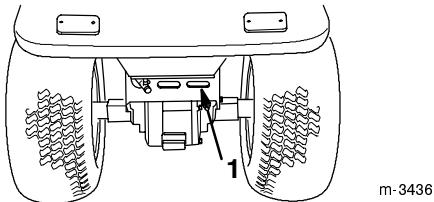

Abbildung 9
5. Die Hinterachsenabdeckung ist ein Lufteinlassbereich zur Kühlung von Hinterachse und Kardanwelle. Fremdkörper von der Hinterachsenabdeckung entfernen, bevor der Traktor eingesetzt wird (Abb. 9).